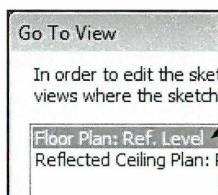

Fig. 05.18. Vælg hvor du gerne vil se planet fra.
- Revit spørger nu, hvilket *View* vi vil stå i. Her vælges *Ref. Level* (Fig. 05.18), men det betyder ikke at vi tegner derfra, det betyder blot at det er der vi ser fra.